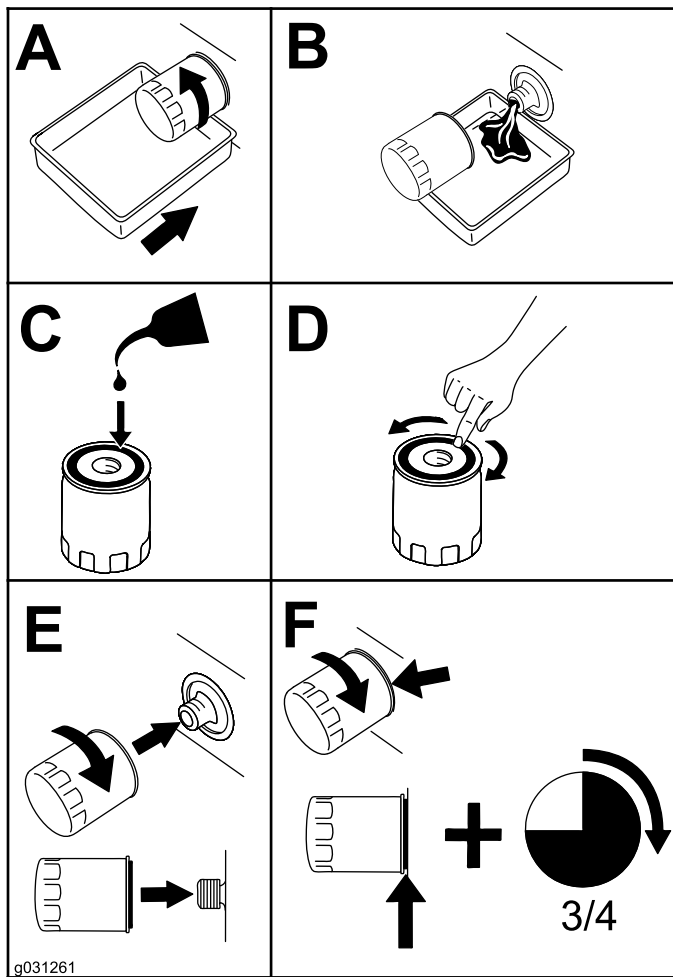

Figure 56
10. Remplacez le filtre à huile (Figure 56).